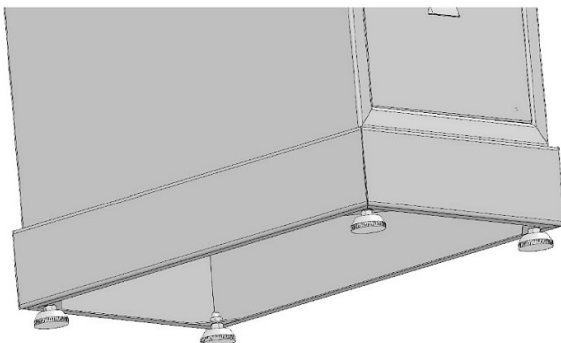

Abb. 6: Gummifüße einsetzen
**Schritt 2:** Setzen Sie die 4 Gummifüße (Abb.6) in die Bohrungen unterhalb der Maschine ein.